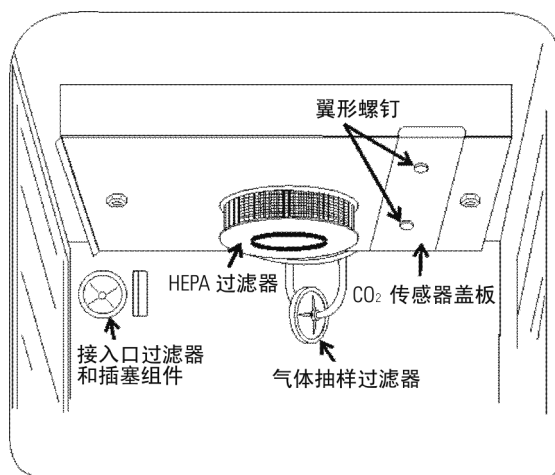

图 1-17. 过滤器和盖板
2. 从硬件包中找到带过滤器的塞子。提起金属制的端口盖，然后将过滤器组件从培养内安装到开口中。请参阅图 1-17。
3. 硬件包中还附送了 CO₂ 传感器盖板。您可以使用 1/4 转紧固件安装此盖板。参照图 1-17 中所示位置。